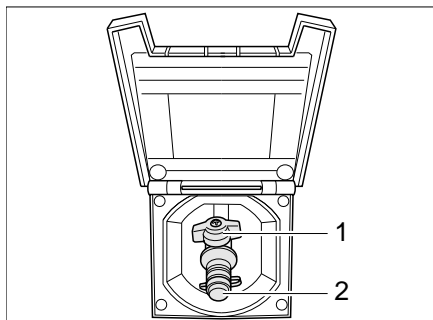

Bild 145 Externer Gasanschluss, Gasabsperrentil geschlossen
Der externe Gasanschluss (Bild 145) befindet sich je nach Modell am Heck oder auf der linken bzw. rechten Fahrzeugseite.
- Externes Gasgerät an der Anschluss-Stelle (Bild 145,2) anschließen.
- Das Gasabsperrentil (Bild 145,1) öffnen.